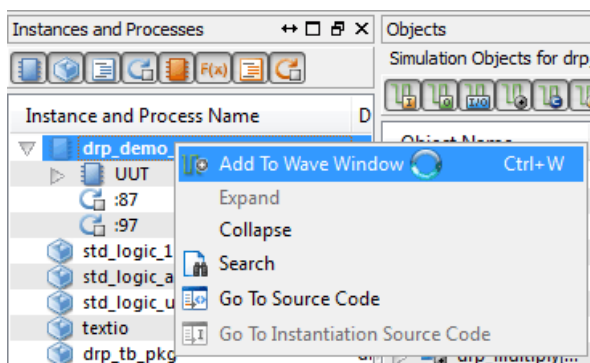

図 4-10 : [Add to Wave Window]
2. [Add to Wave Window] をクリックします (図 4-10)。